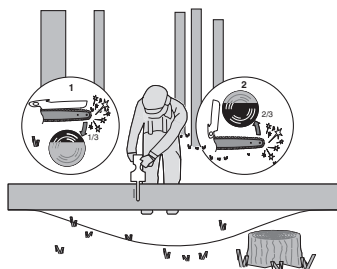

Fig 4
Lorsque le tronc est soutenu par les deux extrémités, comme illustré à la Figure 4, coupez $\frac{1}{3}$ du diamètre depuis le haut (coupe par le haut) (1). Ensuite, pratiquez la coupe de finition depuis le bas sur les $\frac{2}{3}$ inférieurs (2) pour rejoindre la première coupe.